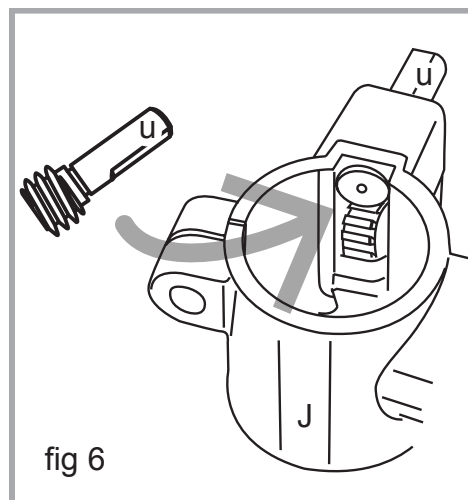

fig 6
3. Si non déjà installé, insérez la vis sans fin (u, fig 6) au centre du trou du support de la table (J, fig 6) et à travers le trou de la poignée de manivelle comme indiqué à droite. L'arbre de vis sans fin doit dépasser du boîtier d'environ 1 po (25 mm).